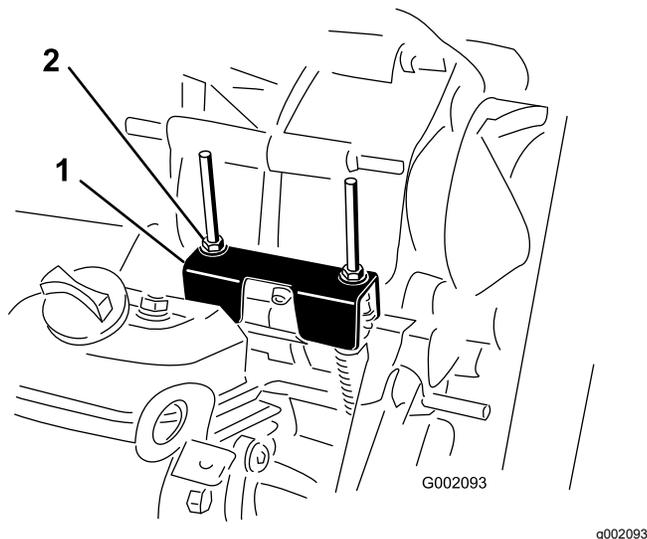

Рисунок 58
Прежде чем выполнять плановое техобслуживание и (или) диагностику двигателя, коробку передач необходимо переключить в положение НЕЙТРАЛЬ (Рисунок 58). У автомобиля есть положение НЕЙТРАЛЬ на рычаге переключения передач, которое включает нейтральное положение в трансмиссии. Выполните следующие действия, чтобы убедиться в правильной работе рычага переключения трансмиссии в нейтральном положении:
- Убедитесь, что кронштейн нейтрали находится в НЕЙТРАЛЬ положении (на уровне кронштейна крепления троса, расположенного под кронштейном переключения передач), повернув ведомое сцепление (Рисунок 58).
- Поверните одну из контргайек (Рисунок 58), чтобы получить зазор от 0,762 до 1,52 мм между нижней частью гайки/шайбы и кронштейном нейтрали.